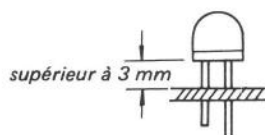

Fig. 1
- 1) Faire la soudure un 5 secondes à l'aide d'un fer à souder inférieur à 25 W. L'écart entre le fond du tube et la plaquette doit être supérieur à 3 mm (Fig. 1).